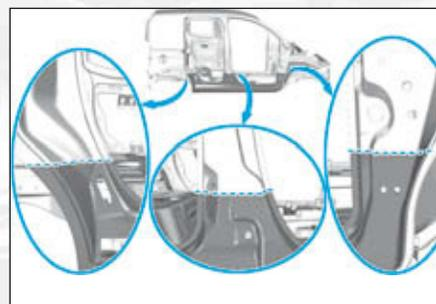

FIG. 112
- par cordons MAG puis meuler les cordons de soudure (Fig.112),